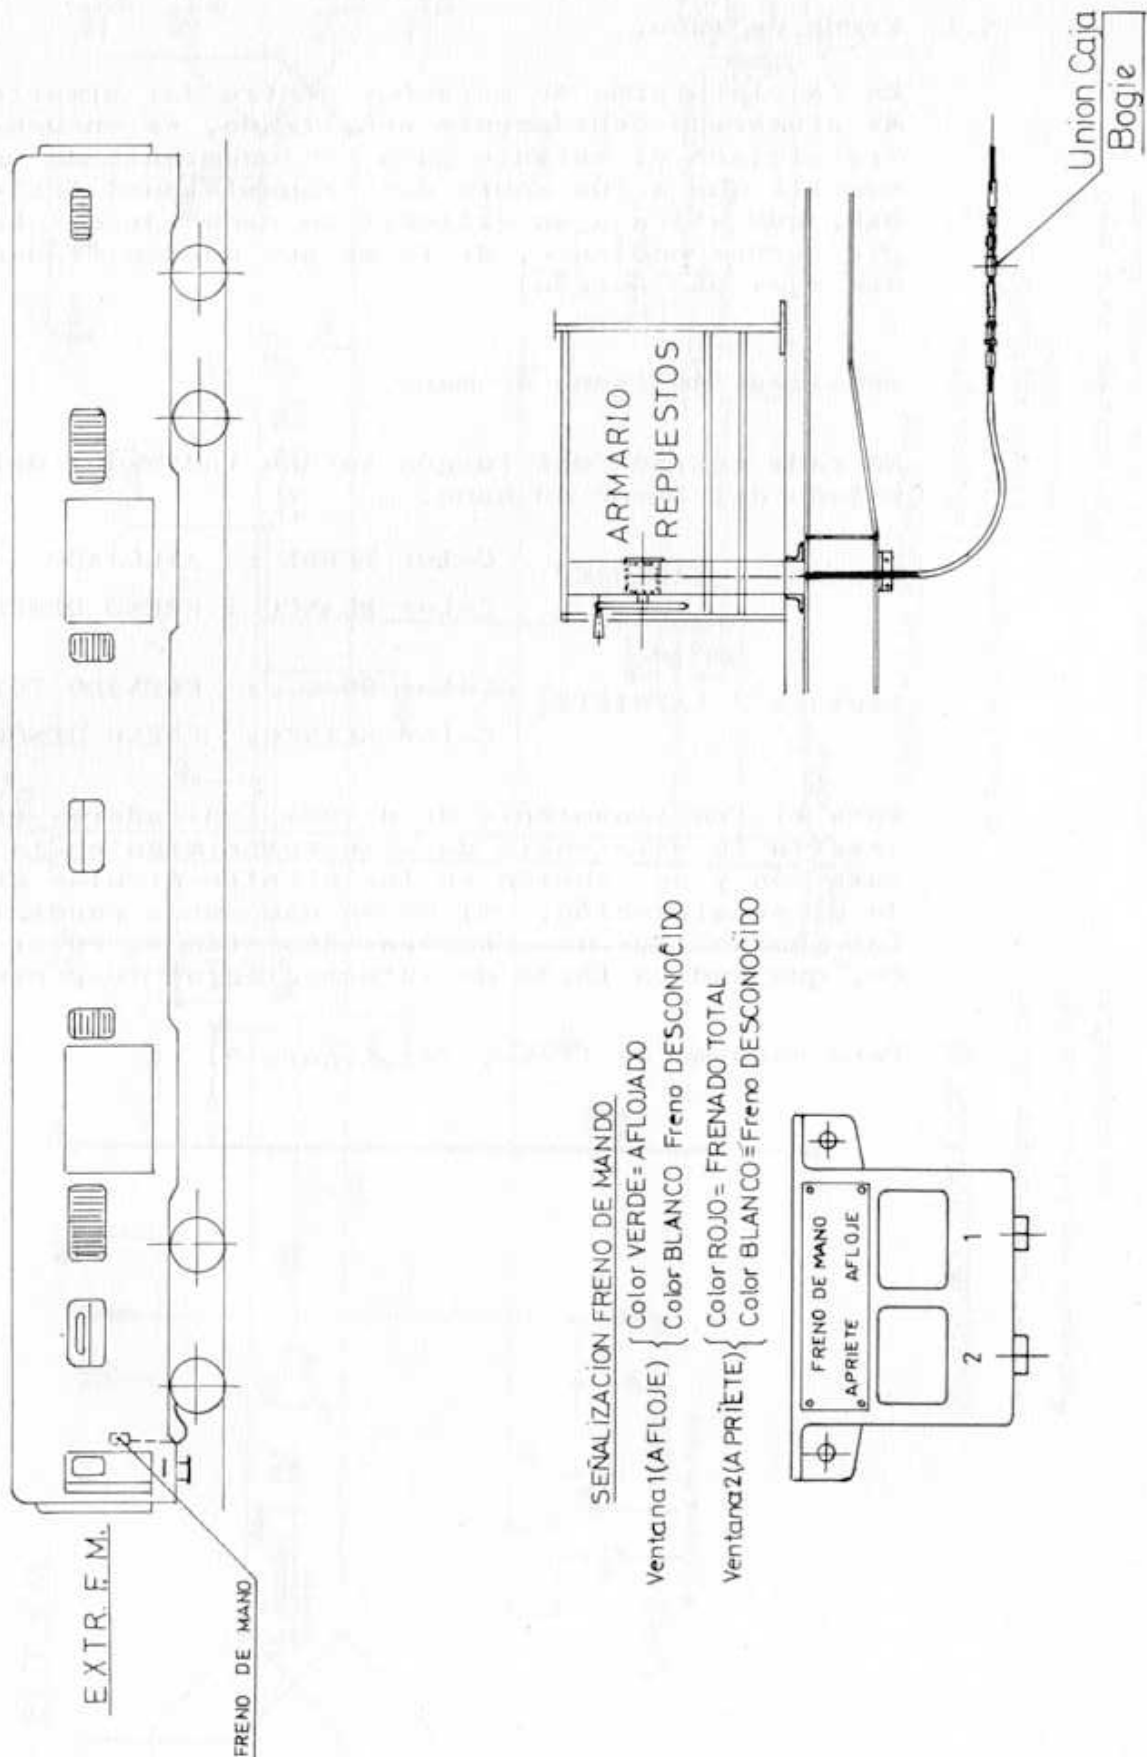

Fig. 4
2.1.4 Desmontar FLEXBAL del freno de mano (ver fig. 4)